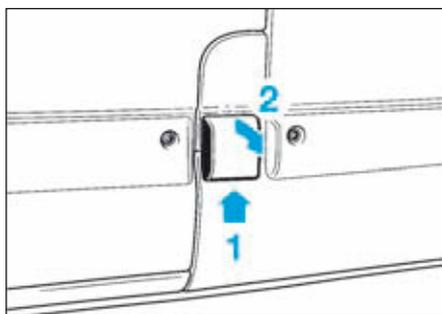

FIG.133
- Soulever légèrement le volet (1) (Fig.133) pour ouvrir ce volet.
- Rabattre le volet (2).